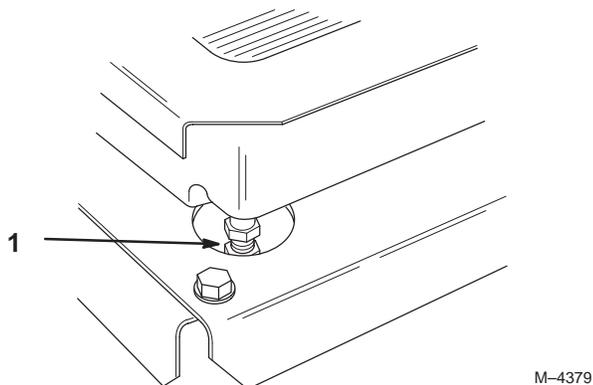

Figure 39
3. Lorsque le moteur est froid, vidangez le liquide de refroidissement en desserrant le robinet de vidange situé dans l'angle arrière droit (Fig. 39).